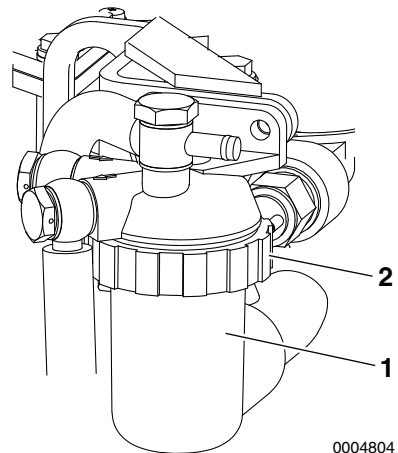

Abbildung 8
3. Zum Abnehmen des Filtergehäuses den Stützring (**Abbildung 8, (2)**) lösen. Den Ring mit einem Filterschlüssel gegen den Uhrzeigersinn drehen.
4. Gehäuse abnehmen (**Abbildung 8, (1)**) und Filtereinsatz herausnehmen. Durch einen neuen Filtereinsatz ersetzen.